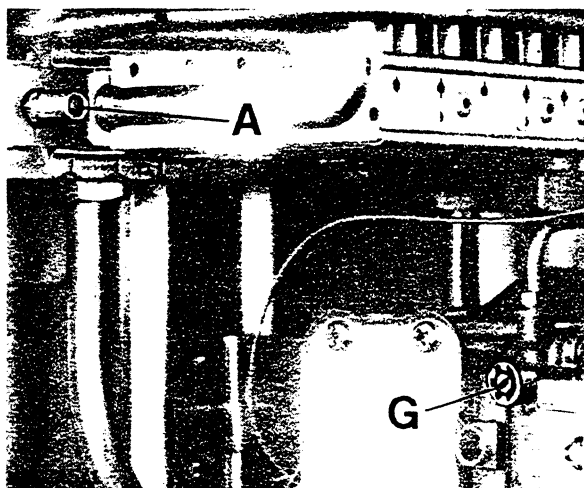

Fig. 5
3. Svitare la vite A (fig. 5) e collegare il manometro ad U.